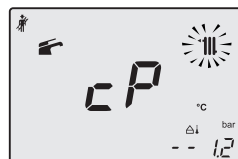

Figura 9.25
- Premendo il tasto 19 è possibile variare la potenza in modalità spazzacamino: con visualizzazione sul display LCD delle lettere **cP** che si alternano con il valore di temperatura dell'acqua di riscaldamento (es. **78**), siamo in "funzione spazzacamino" alla potenza massima in riscaldamento (Figura 9.25);